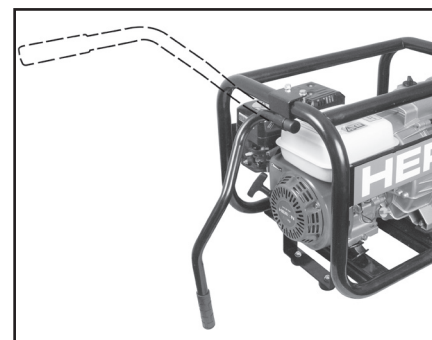

Abb. 5
2. Montage des Fahrgestells, des Gestells und der Zugstange (Abb. 4, Abb. 5)